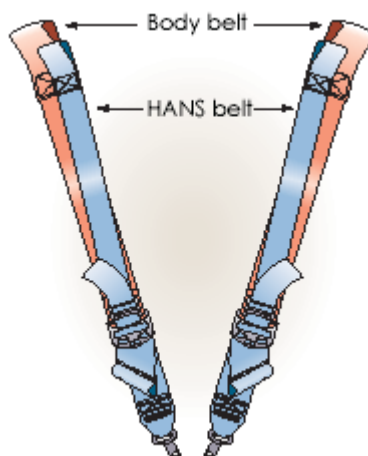

Рис. 15-11
9.1.4. Система двойных плечевых ремней: система ремней безопасности с двумя лямками на каждом плече омологирована ФИА и может быть использована. Она состоит из одного корпусного ремня, располагающегося на плечах водителя (под HANS®) и второго ремня HANS®, располагающегося на ярах HANS® (как для стандартного использования HANS®). Важно, чтобы натяжка ремня HANS® была не менее тугой чем натяжка "корпусного" ремня. Чертеж системы двойных ремней показан на рис.15-11.